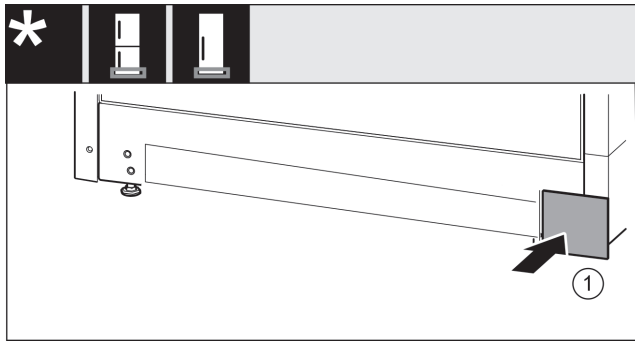

Fig. 27
► Ponovno natakните pokrov na drugu stranu. Fig. 27 (1)